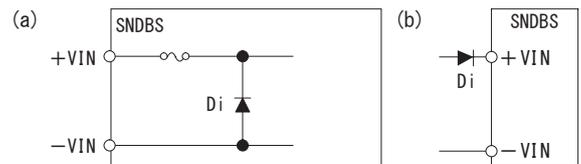

図3.4 逆接続防止
■入力端子に極性逆の電圧が加わると故障します。電源内部に図3.4（a）のダイオードを内蔵しておりますが、逆電圧を印加しますとヒューズが溶断します。極性逆の電圧が加わる可能性がある場合は、図3.4（b）のような保護用の回路を外付けしてください。